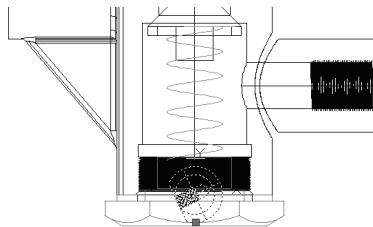

图 11-202 旋转后的图形
4) 旋转胶木球: 单击“修改”工具栏中的“旋转”按钮 $\textcircled{O}$ , 将胶木球以原点为基点, 沿 Z 轴旋转, 角度为“115°”。结果如图 11-202 所示。